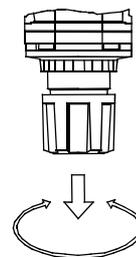

图 1
- 1) 设定压力时，首先向下拉动旋钮，然后确认没有被锁住后，旋转旋钮。（如图 1 所示）